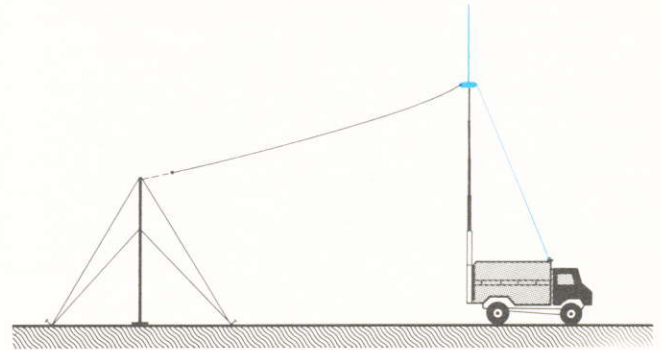

BILD 2 Für Bodenwellen-Verbindungen wird die blau gezeichnete Vertikalantenne der HF-Antennenanlage AK 501 verwendet.
Für den Bodenwellenbetrieb wird der in BILD 2 blau hervorgehobene Teil der Antennenanlage verwendet. Man erhält so mit einfachen Mitteln eine extrem rasch montierbare Vertikalantenne mit großer effektiver Höhe. Welchen Vorteil diese Höhe bietet, verdeutlicht BILD 3; es stellt die mit der Bodenwelle erzielbaren **Reichweiten** dar, wenn man A3J-Aussendung und mindestens 20 dB Signal/Rausch-Abstand am Empfangsort voraussetzt. Der Vergleich der tagsüber und nachts erreichten Entfernungen zeigt, daß die Reichweite am **Tag** unter sonst gleichen Voraussetzungen rund doppelt so groß ist wie in der **Nacht**. Die Ursache hierfür liegt in dem atmosphärischen Störpegel, der nachts wesentlich höher ist als tagsüber [1]. Als Strahler sind Vertikalantennen unterschiedlicher Länge gegenübergestellt; die Transformation der bei tiefen Frequenzen kapazitiv hochohmigen Antennenimpedanz auf die 50 Ω handelsüblicher Sender erfolgte dabei mit verlustarmen Transformationsschaltungen hochwertiger Anpaßgeräte [2].
- Für Fernschreibausendungen sind wegen der kleineren Bandbreiten und der geringeren Ansprüche an den Signal/Rausch-Abstand zwei- bis dreimal größere Reichweiten erzielbar als in Bild 2 für A3J-Übertragung [2].
Steilstrahler HD 001, der vom Antennenumschalter zu einem Hilfsmast geführt und dort isoliert befestigt wird (platzsparer Aufbau gemäß Bild 2 und 6) oder über eine isolierende Verlängerung zum Boden gespannt wird (zeitsparender Aufbau gemäß Bild 10),